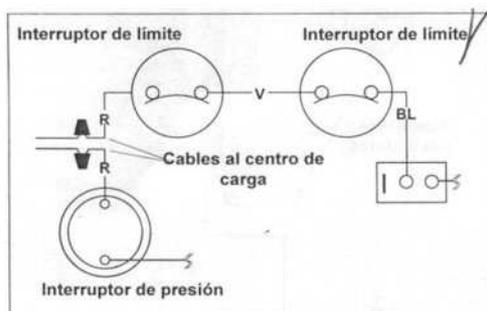

Figura 12. Cabeamento da caldeira Hayward com o AquaLink RS
3. Enrosque com a tuerca dos dois cabos da caldeira desde a caldeira desde a placa do P.C. do AquaLink RS até os dois cabos vermelhos da caldeira (ver Figura 12).